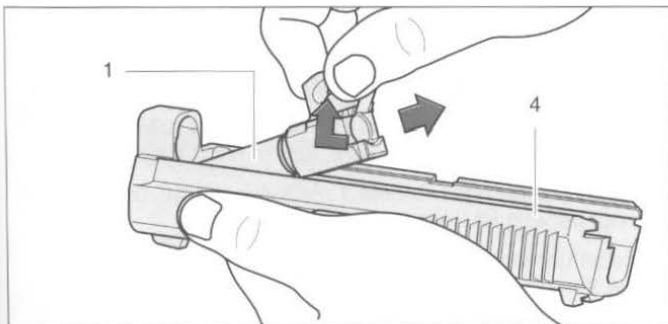

Abb. 12
8. Rohr 1 aus Verschluss 4 heben (Abb. 12).